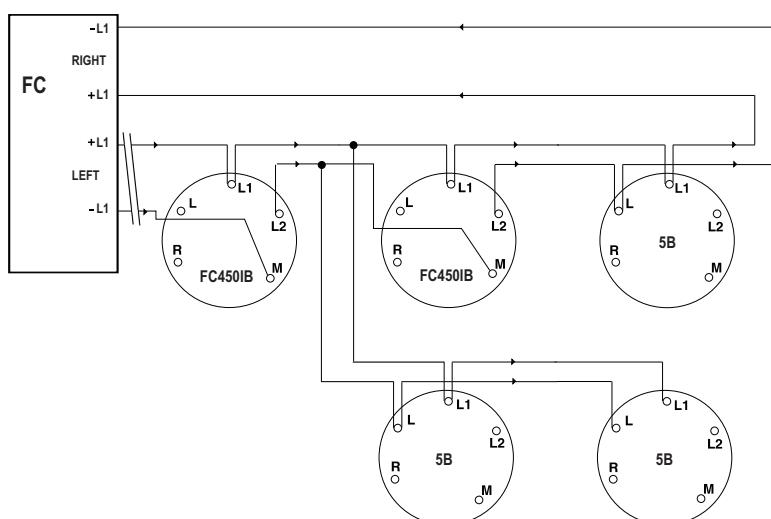

Abb. 4: Anschlusschema
- Abb. 4 zeigt eine typische Verkabelung der FC Meldersockel 5" mit Isolator.